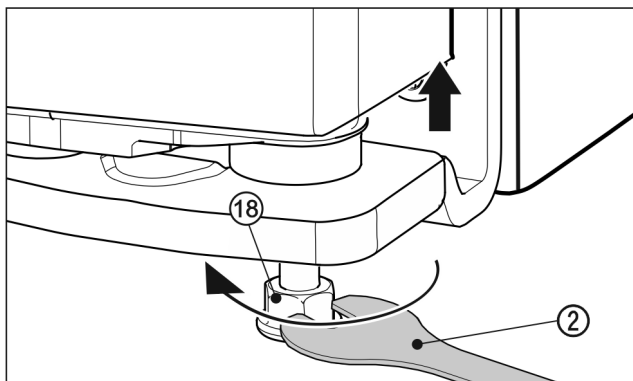

Fig. 26
- ▶ Pentru ridicarea ușii, deșurubați spre dreapta piciorul de poziționare Fig. 26 (18) cu cheia fixă Fig. 26 (2) livrată până când există contact la podea. Apoi rotiți în continuare până când este deplasată ușa pe înălțime. Bolțul suport este înșurubat complet la livrare.